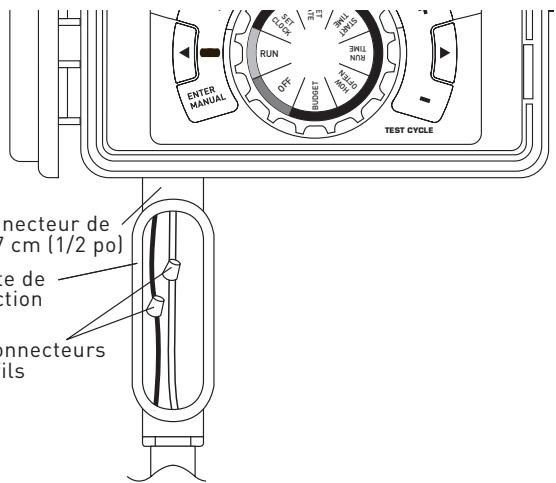

Figure 5: Utilisation d'une boîte de jonction
**Emplacement à l'extérieur** – si une prise couverte avec disjoncteur de fuite à la terre est disponible, insérez la fiche du cordon d'alimentation dans la prise de 110 V. Si aucune prise n'est disponible, vous devez raccorder le câblage du contrôleur façon permanente (\*consultez la figure 5)
- Raccordez la boîte de jonction au contrôleur à l'aide d'une tige filetée de 1,27 cm (1/2 po) (la boîte de jonction et la tige filetée ne sont pas incluses). [Consultez la figure 5.] Raccordez le conduit de la source d'alimentation électrique à l'entrée de la boîte de jonction en vous conformant à tous les codes appropriés.